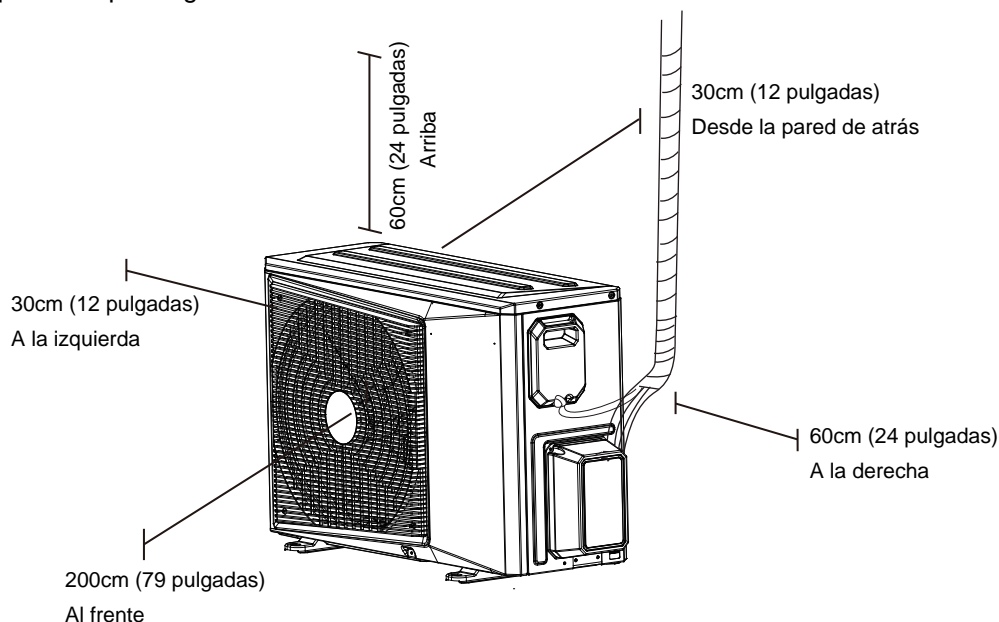

Fig. 5.1
1. Cumple con todos los requisitos espaciales que se muestran en Requisitos de Espacio de Instalación (Fig. 5.1)